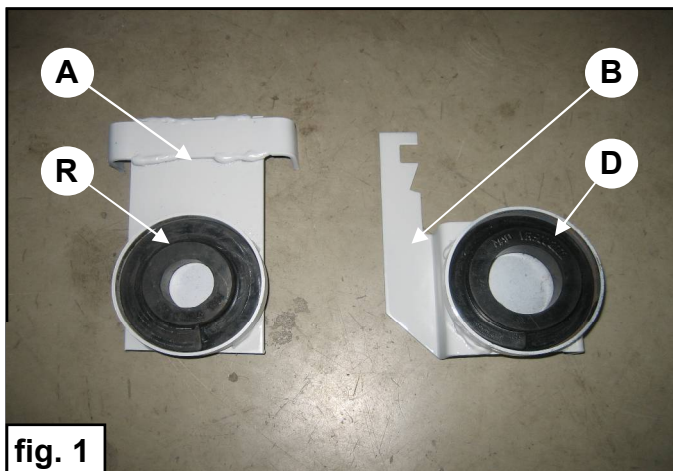

fig. 1
2. Drücken Sie Gummi **D** mit dem großem Durchmesser auf unterste Bügel **B**. Siehe Bild 1.
3. Drücken Sie Gummi **R** mit dem kleinste Durchmesser auf der oberen Bügel **A**, Siehe Bild 1.
2. Enfoncez le caoutchouc **D** avec la grande diamètre dans l'attache ressort **B**. Voir fig.1
3. Enfoncez le caoutchouc **R** avec le petit diamètre dans l'attache ressort **A**. Voir fig.1
2. Sätt Gummi **D** med det stora diametern i fjädersäte **B**. Se fig.1.
3. Sätt Gummi **R** med de minsta diametern i fjädersäte **A**. Se fig.1.